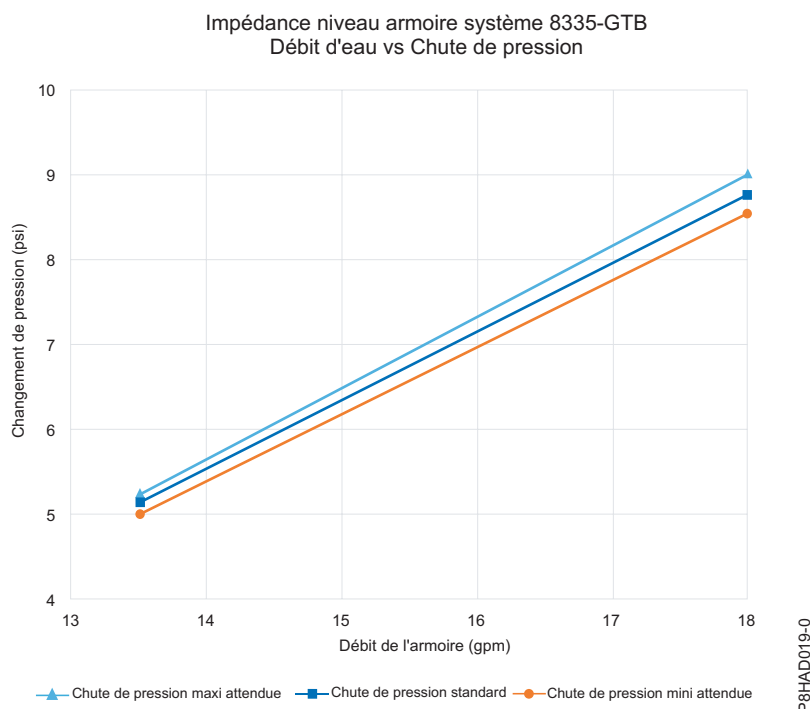

Figure 3. Débit versus chute de pression (unités standard) - Armoire pleine de 18 serveurs
La figure 3, à la page 12 montre la chute de pression sur une armoire complète de 18 serveurs 8335-GTB. Ces informations incluent la chute de pression associée aux pièces suivantes :
**Remarque :** La figure 3 n'inclut pas l'infrastructure de votre installation ou le tuyau raccordé aux clapets à bille Eaton sur le bloc du collecteur. La chute de pression du tuyau supplémentaire peut être estimée comme suit :